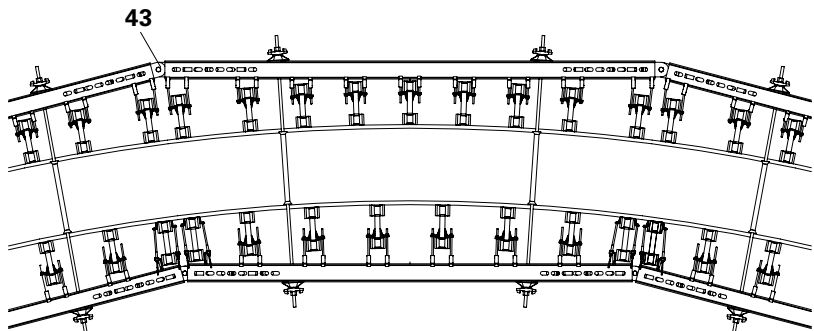

Fig. C2.03
- encofrados circulares poligonales. (Fig. C2.03)